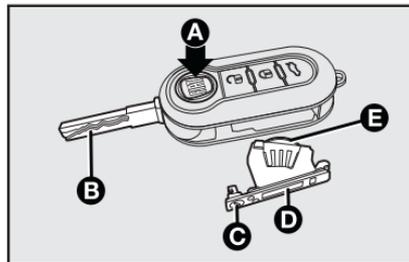

fig. 5
- apertar o botão **A**-fig. 5 e colocar o encaixe metálico **(B)** na posição de abertura;